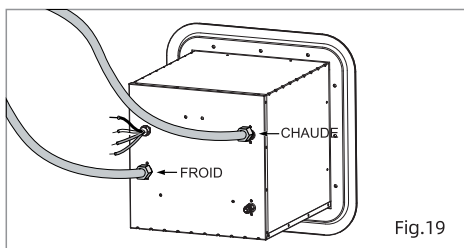

Fig.19
1. Raccordez les conduites d'eau CHAUDE et d'eau FROIDE aux raccords appropriés NPT ½ po. (Fig.19)